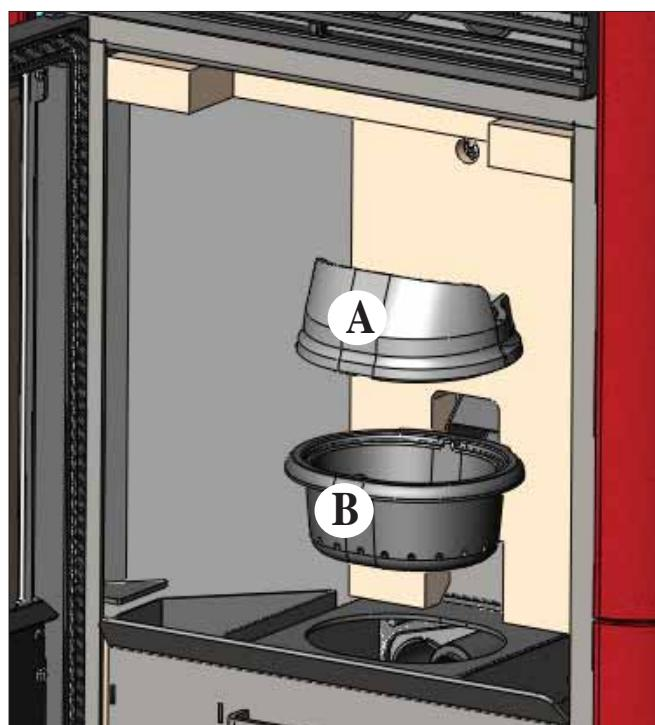

fig. 1
Après le nettoyage normal, il est PRIMORDIAL d'assembler correctement le creuset supérieur (A) (fig.1) avec le creuset inférieur (B) (fig. 1) afin de ne pas compromettre le fonctionnement du thermopoêle.